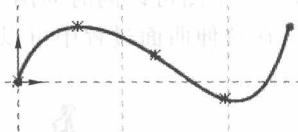

图 1-3 曲面轮廓草图
(1) 选择右视基准面作为草图绘制平面,使用【样条曲线】命令绘制如图 1-3 所示曲面轮廓草图。